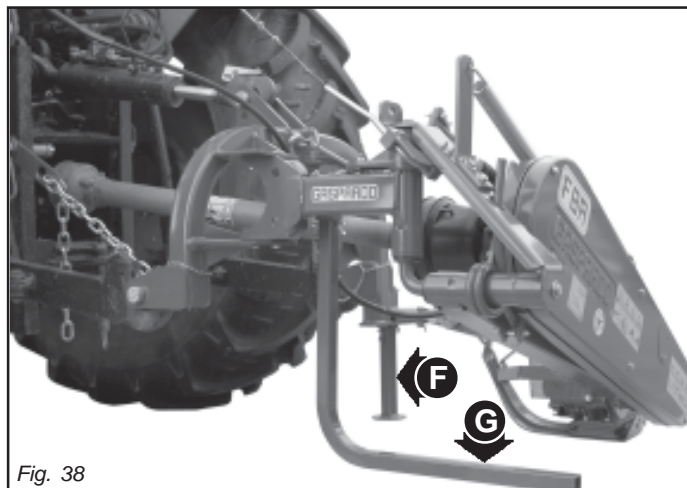

Fig. 38
- Infine, sistemarla in un ambiente asciutto, fuori dalla portata dei non addetti; la falciatrice deve essere predisposta in un terreno piano e compatto, sostenuta dagli appositi puntelli di sostegno (F-G, Fig. 38).